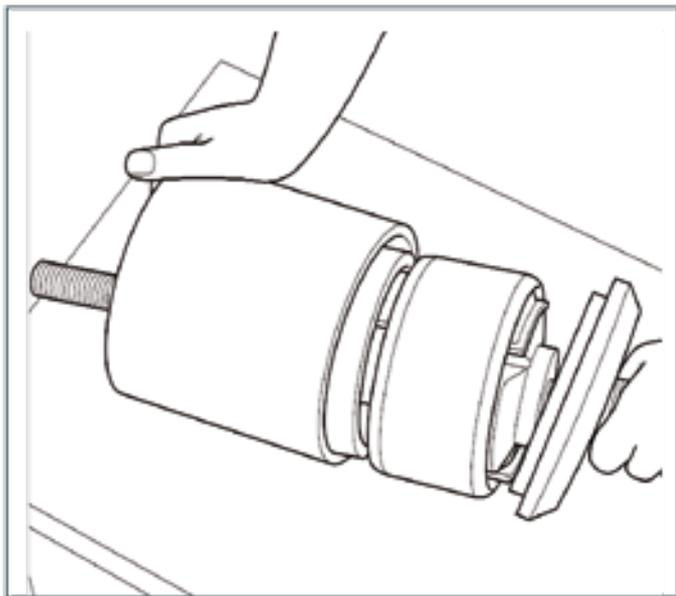

Abb. 4.32
16. Zerlegen Sie das Werkzeug und entnehmen Sie die Drehzapfenbuchse aus dem Trichter "D" (Abb. 4.32).